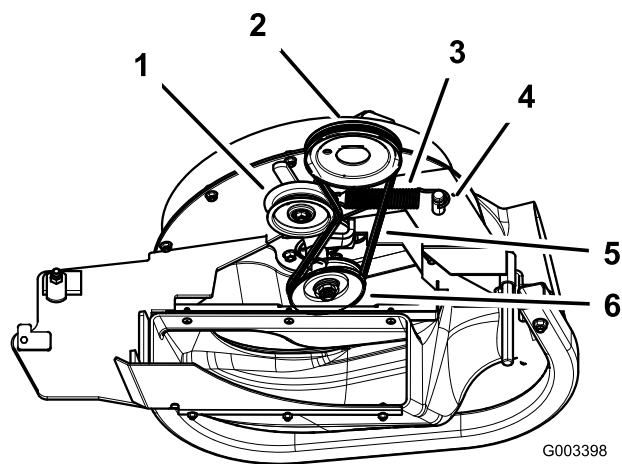

Figura 58
4. Tirate indietro la puleggia tendicinghia a molla, per allentare la tensione della cinghia (Figura 58).
6. Montate la nuova cinghia sulla puleggia del soffiatore (Figura 58).